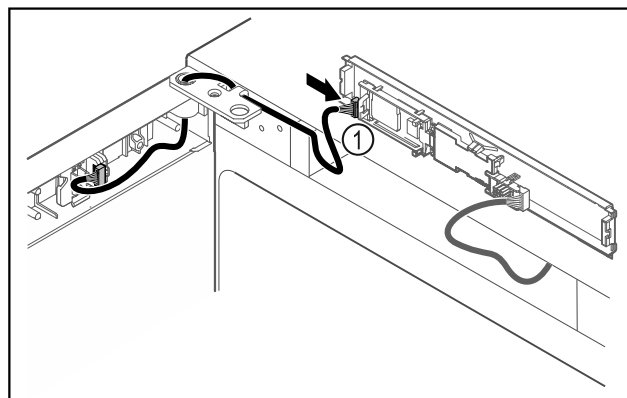

Fig. 50
- Vtič Fig. 50 (1) priključite na tiskano vezje.